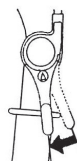

рис.6
- перевести рычаг дроссельной заслонки немного влево, как показано на рис.6;
После прогрева двигателя в течение 10-40 секунд (в зависимости от начальной температуры), переведите рычаг воздушной заслонки в крайнее правое положение - „открыто“ а рычаг управления дроссельной заслонкой (рис.6) в положение «минимально».
- перевести рычаг регулировки дроссельной заслонкой (рис.6) в положение «минимально», для перевода двигателя в режим холостого хода;